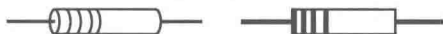

图 1-4 实心电阻器的外形
(3) 实心电阻器 这类电阻器主要有无机合成实心碳质电阻器、有机合成实心碳质电阻器。其外形如图 1-4 所示。